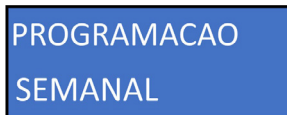

Figura 36
25. Para programar distintos horarios de generación de cloro para todos los días de la semana, navegue por el menú principal pulsando “arriba” o “abajo” hasta encontrar la función “PROGRAMACION SEMANAL” (figura 36). Pulse el botón “OK”, para dirigirse al menú Setup.